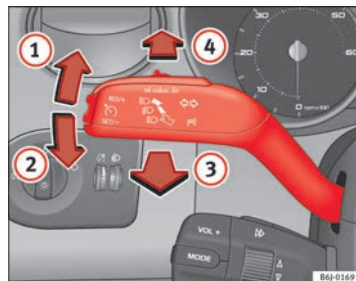

Abb. 59 Blinker- und Fernlichthebel
- Drücken Sie den Hebel bis zum Anschlag nach oben → Abb. 59 ①, um **rechts** zu blinken bzw. nach unten ②, um **links** zu blinken.
- Drücken Sie den Hebel nach vorne $\Rightarrow$ Abb. 59 , um das Fernlicht einzuschalten.